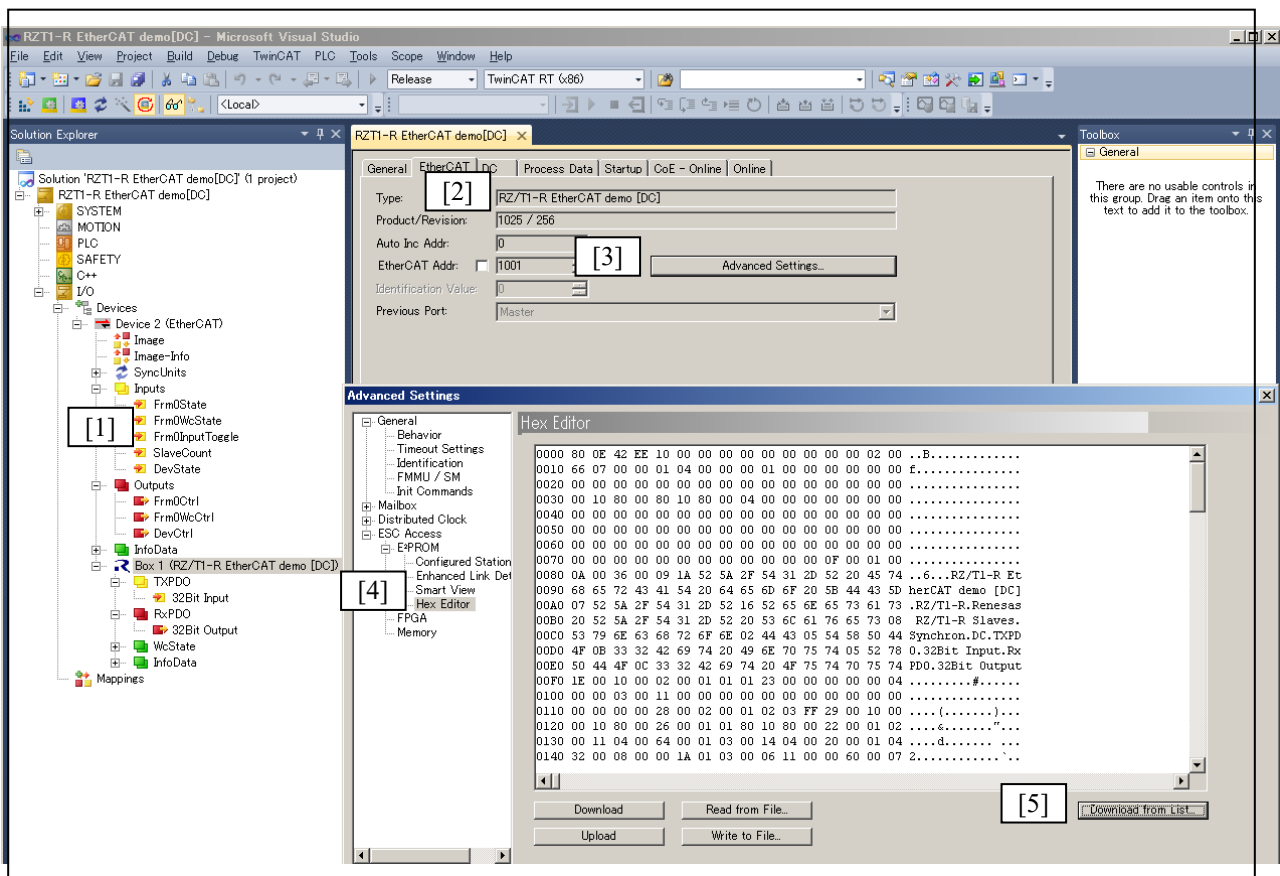

図 7.5 EEPROM 書き換え手順 1
- [1] “Box 1” をダブルクリックすると、右側に図 7.5 のようなパネルが表示されます。